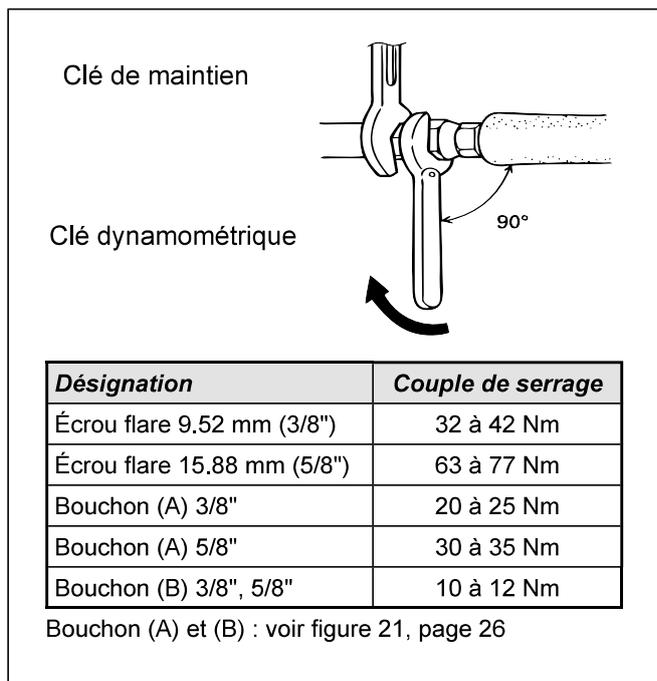

figure 20 - Couples de serrage
- Retirer les bouchons d'accès (A) aux commandes des vannes.
- Remonter les 2 bouchons d'origine (en s'assurant de leur propreté) et les serrer avec le couple de serrage indiqué au tableau figure 20, page 24. L'étanchéité dans les bouchons est réalisée uniquement métal sur métal.